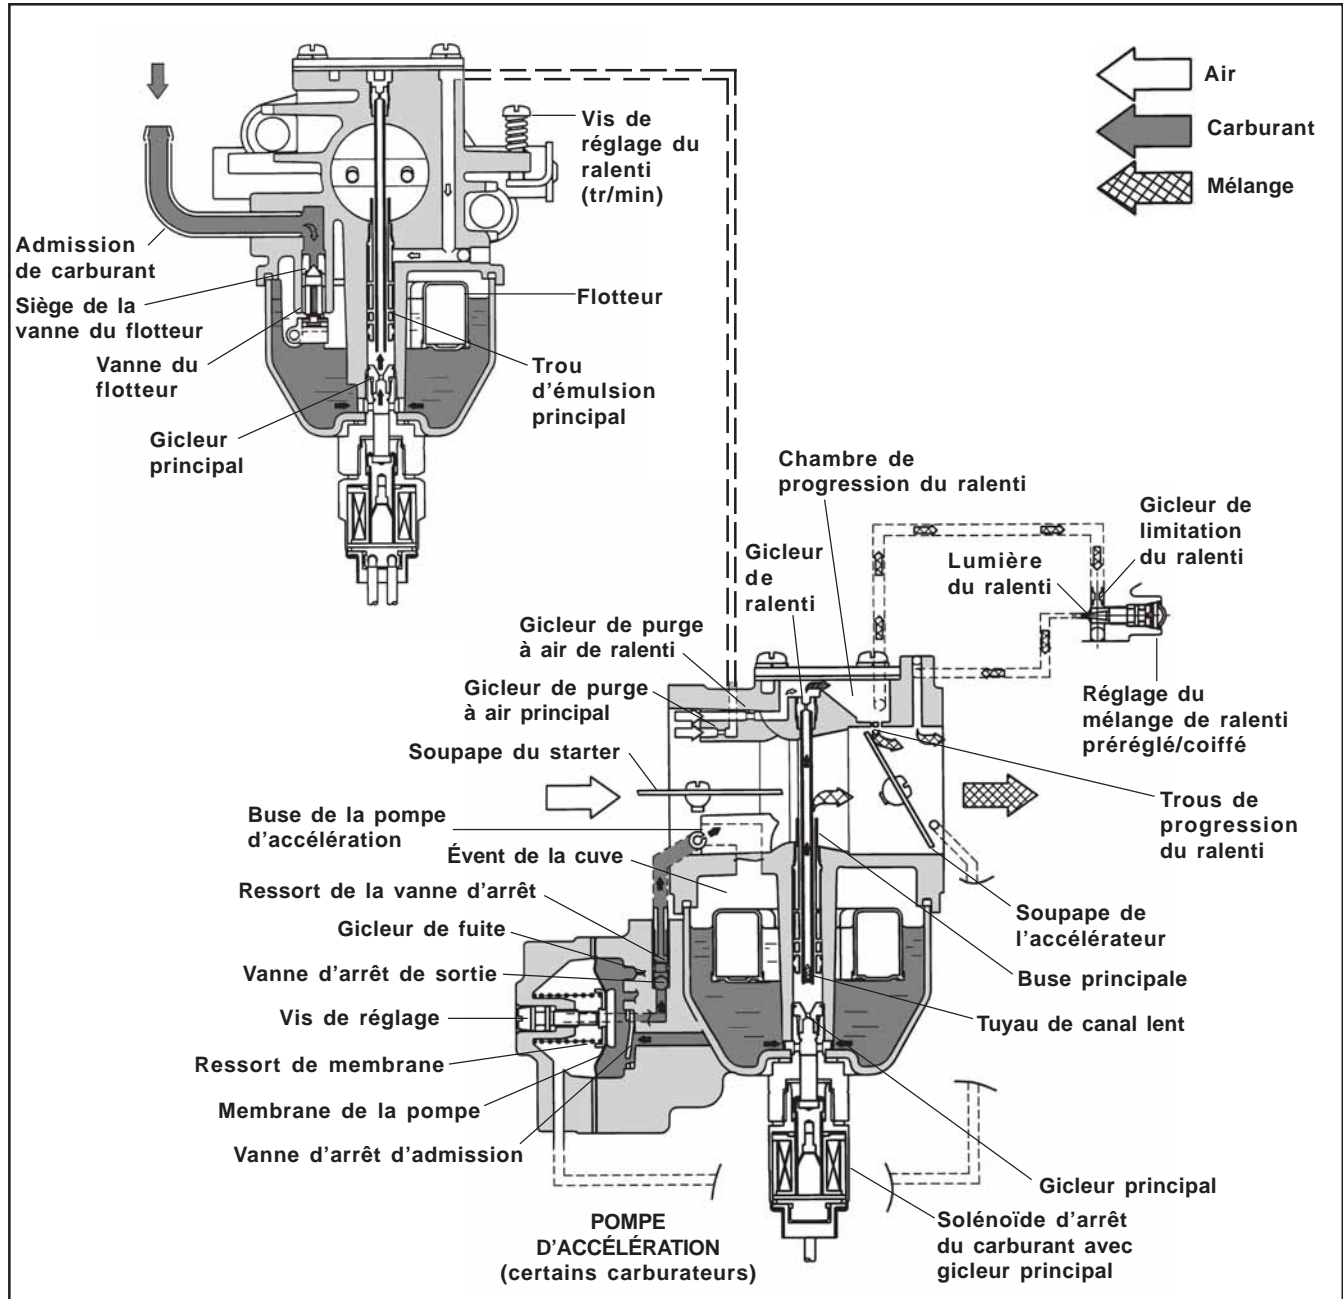

Figure 5-2. Circuit de ralenti.
**Circuit de ralenti :** (Voir Figure 5-2) À basse vitesse, le moteur ne fonctionne que sur le circuit de ralenti. Une quantité dosée d'air est aspirée à travers le gicleur de purge d'air du ralenti et du carburant est aspiré à travers le gicleur principal puis dosé à travers le gicleur de ralenti. L'air et le carburant sont mélangés dans le corps du gicleur de ralenti et évacués par le circuit de transfert. Le mélange d'air et de carburant passe du circuit de transfert à la chambre de progression du ralenti. Depuis la chambre de progression du ralenti, le mélange d'air et de carburant est dosé à travers le circuit de ralenti. Au ralenti lorsque l'appel d'air est faible, le mélange d'air et de carburant est contrôlé par le réglage de la vis de réglage du carburant. Ce mélange est alors mêlé au corps d'air principal et parvient au moteur. À mesure que l'ouverture du papillon des gaz augmente, de plus grandes quantités de mélange d'air et de carburant sont aspirées à travers les trous, fixes et dosés, de progression du ralenti. À mesure que le papillon des gaz s'ouvre, l'appel d'air augmente de manière à ce que le circuit principal se mette en marche.